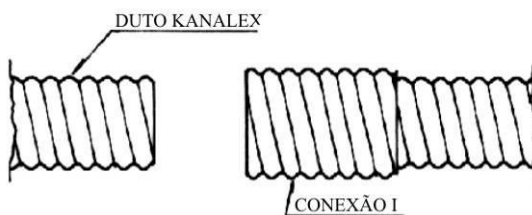

Figura 28
- b) Manter a conexão I rosqueada em um dos dutos (Figura 28).